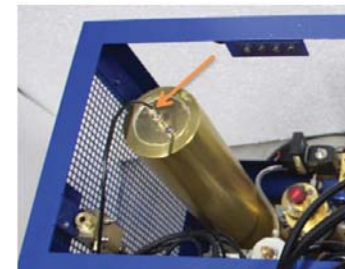

Рисунок 18 Штекер разъёма кабеля
- отсоединить от крышки корпуса фильтра тонкой очистки штекер разъема кабеля блока контроля влажности (см. рисунок 18). Для этого повернуть штекер против часовой стрелки;